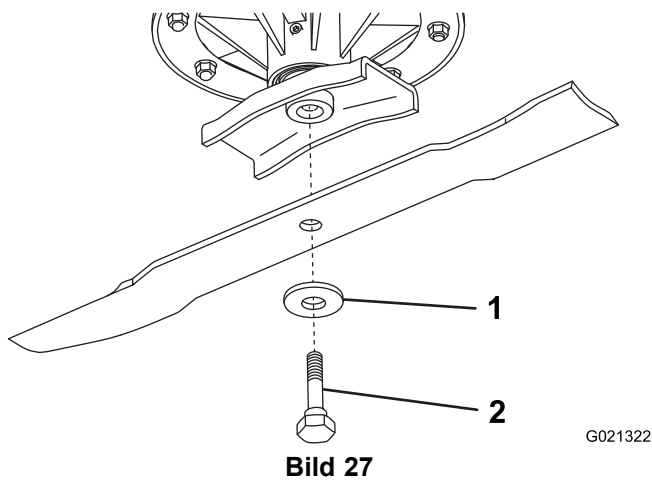

Bild 27
2. Halten Sie das Ende des Messers mit einem stark wattierten Handschuh oder wickeln Sie einen Lappen um es herum. Nehmen Sie die Spezialschraube, Belleville-Scheibe und das Messer von der Spindel ab (Bild 27).